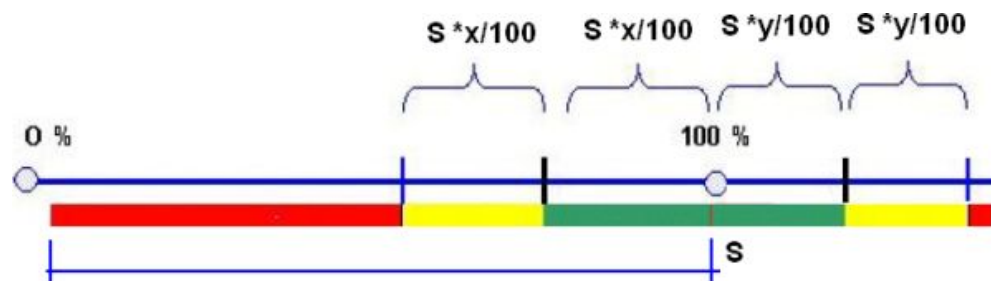

Abbildung 51: Beispiel für einen definierten Bereich - Schwellenwert
In diesem Kapitel wird kurz auf die prinzipielle Vorgehensweise eingegangen. Zudem finden Sie in diesem Kapitel eine schematische Darstellung für den Schwellenwert. Siehe auch: Abbildung 51.
- Rot kennzeichnet die gefährdeten Bereich. Der mit Rot gekennzeichnete Bereich liegt immer außerhalb des Bereiches, der durch den Schwellenwert definiert wurde. Siehe auch: Abbildung 51.